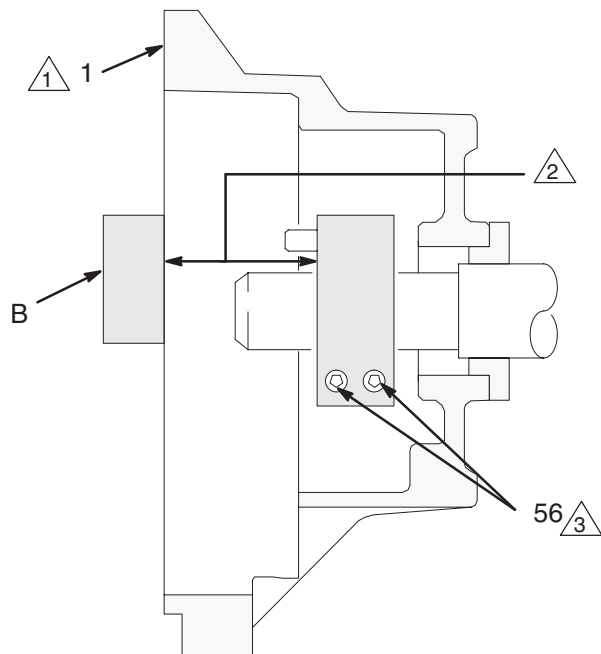

Fig. 24
3. Presione la **abrazadera (55)** contra el eje del motor (A). Mantenga las distancias indicadas en la Fig. 24: $35,8 \pm 0,25$ mm.